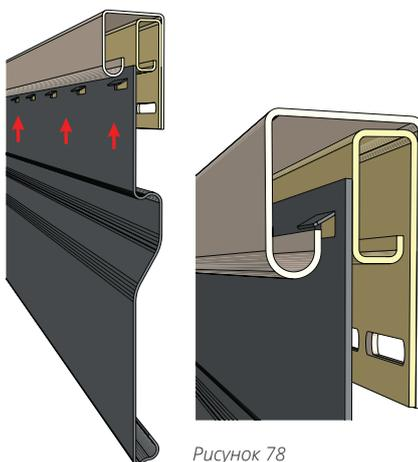
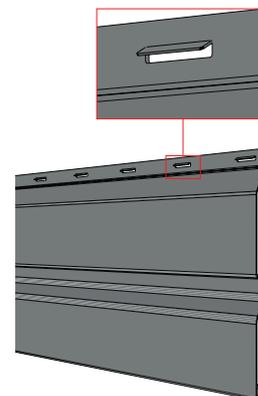

Рисунок 78
Рисунок 79
- Если сайдинг под завершение приходит дальней полкой к обрешетке (рис. 78), подрезанная панель сайдинга с предварительно сделанными насечками вставляется между финишной планкой и J-профилем. Насечки делают пробойником насечек с интервалом 100 мм (рис. 79).